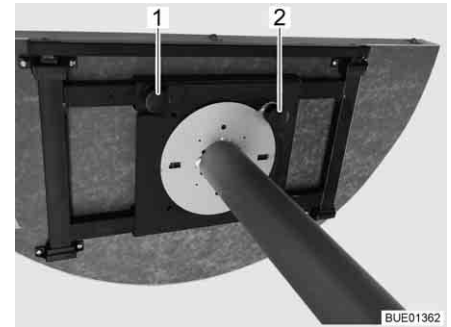

Fig. 98 Table fixe (vue de dessous)
- Desserrer la vis moletée (Fig. 98,1).
- Soulever le bouton de réglage (Fig. 98,2).